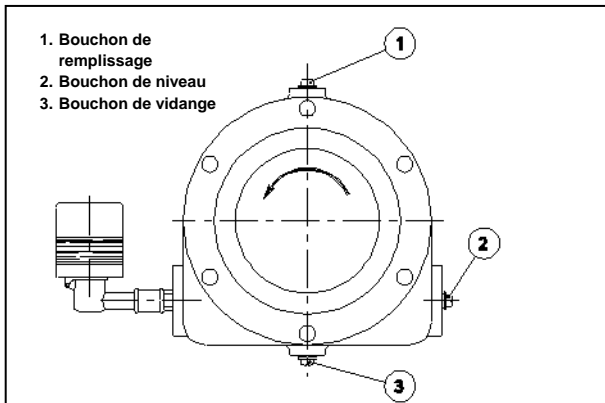
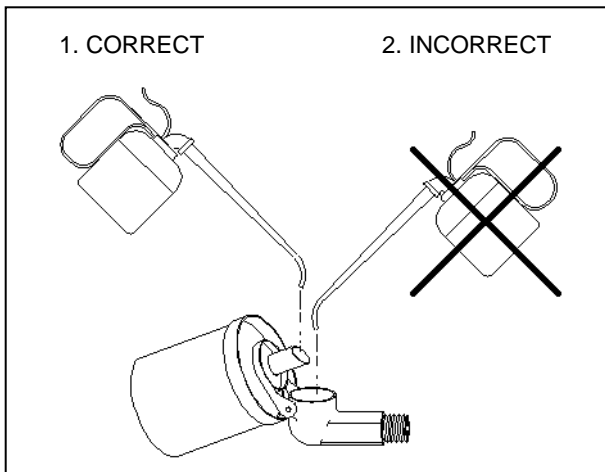

Fig. 5.3
Fig. 5.4
On peut effectuer le remplissage correct du palier en introduisant l'huile par le passage correspondant au bouchon 1 – voir Fig. 5.3 – jusqu'à la fuite de quelques gouttes par le passage créé par le retrait du bouchon 2. Une fois ce niveau atteint, on replace les bouchons 1 et 2 et on continue à ajouter de l'huile par le godet du huileur – comme indiqué sur la Fig. 5.4 – jusqu'à ce que le niveau se stabilise. La manipulation du godet doit être effectué rapidement afin de ne pas déstabiliser le niveau d'huile à l'intérieur du palier.
2. Respecter la Fig. 5.4